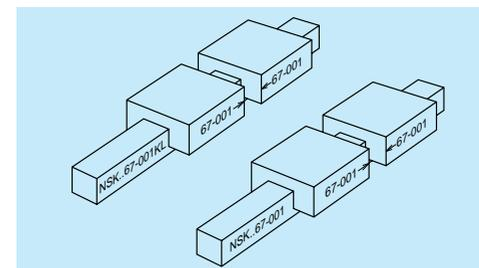

图 10.30 2根导轨公称型号不同时
- 但是，即使由 2 根以上导轨组成一套使用时，有时公称型号并不相同，这时产品编号一定是相同的。这时将滑块从导轨上拔出时，往往会搞不清楚哪个滑块与哪个导轨组合，所以不得已分离滑块和导轨时，请一定对此多加注意 (图 10.30)。